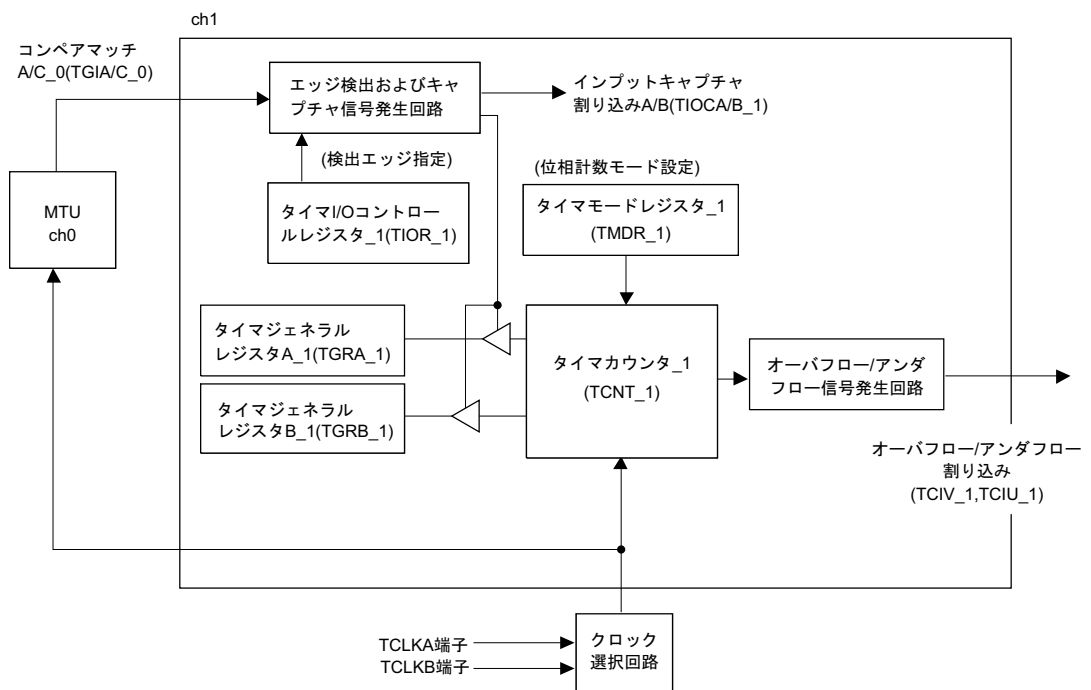

図 2.24 MTU/ch1 ブロック図
- (b) 図2.24にch1のブロック図を示します。ch1では以下の機能を使用してタイマカウンタをアップ/ダウンカウントします。入力キャプチャ信号立ち上がりエッジ検出時のカウンタ値を測定結果とします。